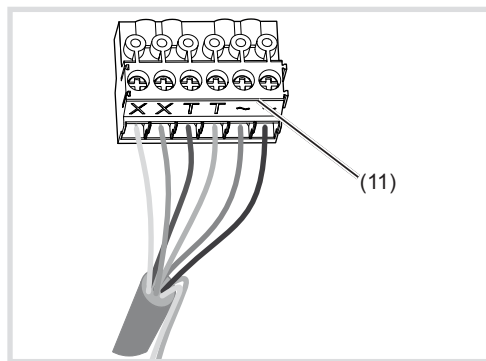

Bild 8: verdrahteter Anschluss-Klemmblock
- Anschluss-Klemmblock (11) vom Videoeinsatz nach unten hin abziehen.
- Adernpaar der 2Draht Busleitung an die Klemmen **XX** des Anschluss-Klemmblocks anschließen (Bild 8).
- Gegebenenfalls Türöffner-Leitung an die Klemmen **TT** des Anschluss-Klemmblocks (Bild 8 und 9) anschließen.
- Für Ruftaster-Hinterleuchtung und Kameraheizung 12 V~ Zuleitung vom Netztransformator an die Klemmen **~** des Anschluss-Klemmblocks anschließen (Bild 8).